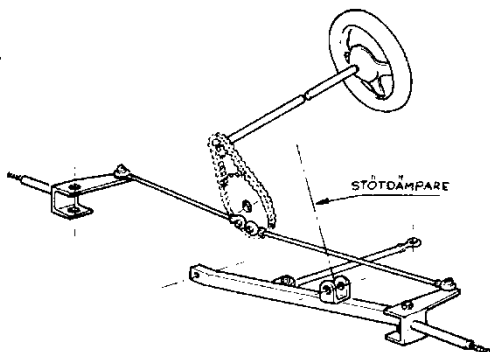

Fig. 4. Exempel på konstruktion av styrinrättning och hjulupphängning fram.
- Länkarmar för fram- och bakhjulsupphängning är fria. Dock ska bakhjulsupphängningen vara konstruerad som en enhet, d.v.s. att de båda länkarna inte får vara ledade mellan varandra (Se Fig.4 och 5). Inga detaljer får vara tillverkade i annat material än stål/järn.